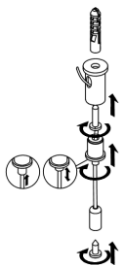

Рисунок 7 – Комплект для подвешивания Geniled.
5.8.6. Закрепите подвесы на креплениях светильника. Выверните светильник. Для регулировки длины троса нажмите на кнопку в верхней части крепления троса (см. Рисунок 7).